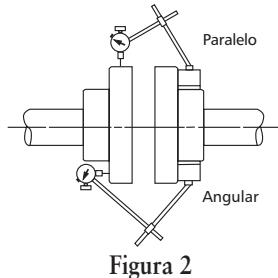

Figura 2
- Se DEBERÁ verificar la alineación antes de arrancar la bomba. Vea la Figura 2.